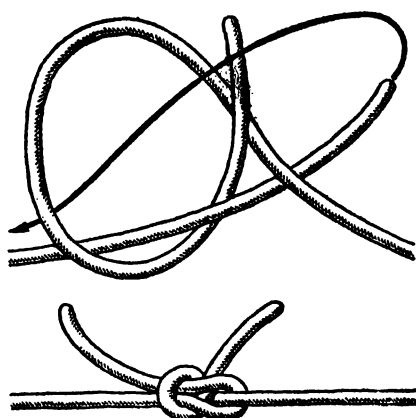

Рис. 35. Ткацкий узел
**Ткацкий узел** (рис. 35). В ткацком деле насчитывается примерно два десятка оригинальных узлов для связывания обрвавшейся нити пряжи и для подключения новых катушек. Гла-
Ткацкий узел, изображенный на рис. 35, можно назвать «родным братом» шкотового узла. Отличие лишь в способе его завязывания и в том, что последний вяжутся в кренгельсе или в огон паруса, в то время как ткацкий узел вяжется двумя тросами. Принцип ткацкого узла считается классическим. Поистине это воплощение надежности и простоты.